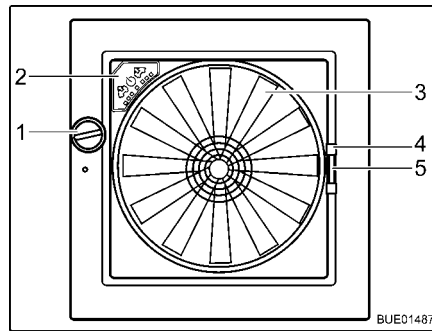

Fig. 111 Claraboya Omni-Vent
- Girar el botón giratorio (Fig. 111,1) hasta alcanzar el ángulo de apertura deseado.
- Girar el botón giratorio (Fig. 111,1) hasta que la claraboya esté completamente cerrada.
- Tirar del tirador (Fig. 111,4) de la protección contra insectos hacia el lado opuesto del marco.
- Comprimir el tirador (Fig. 111,5) del oscurecedor.
Ventilador Cuando la claraboya está abierta, el interior se puede ventilar y purgar de aire con el ventilador de 6 niveles (Fig. 111,3). El ventilador se maneja a través del cuadro de mando (Fig. 111,2).